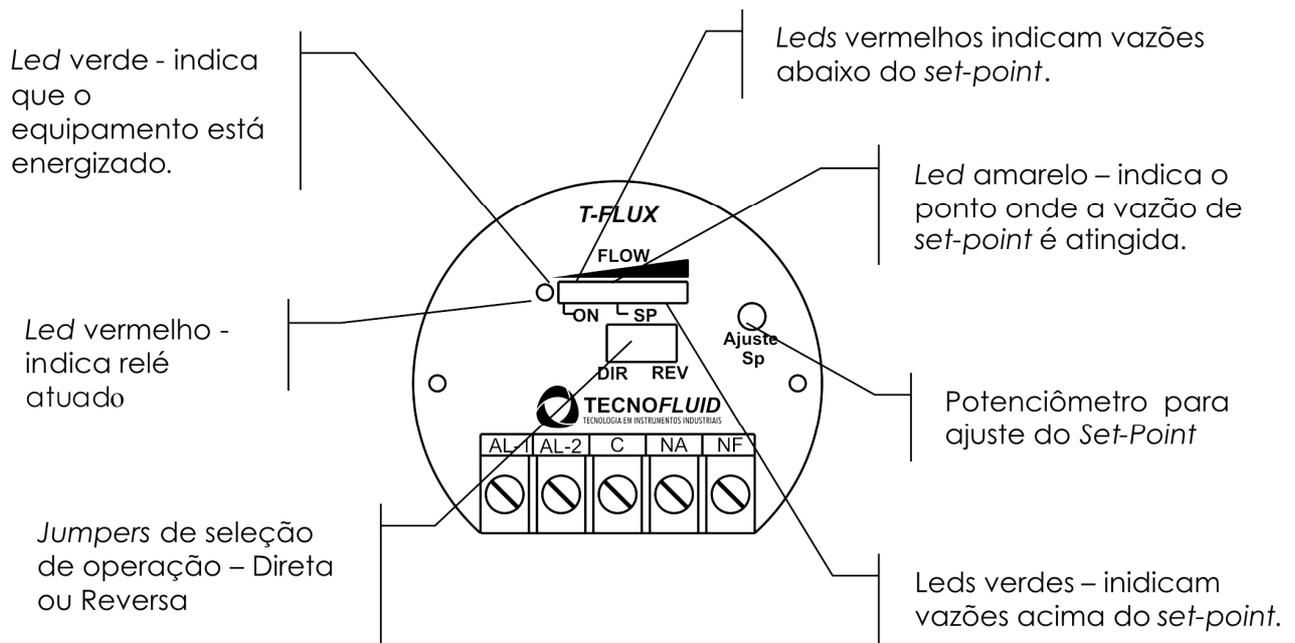

Fig 4.2
- Antes de energizar o equipamento defina o tipo de operação, direta ou reversa, mais adequado ao seu processo. Abra a tampa e caso necessário, altere a posição dos *jumpers* internos conforme (fig.4.2). Os dois *jumpers* devem ser movidos simultaneamente.
3. Gire o potenciômetro de ajuste do *Set-Point* (fig. 4.2), no sentido anti-horário até que o *LED* amarelo de sinalização de *Set-Point* esteja apagado.
4. Gire o potenciômetro de ajuste do *Set-Point* (fig. 4.2), no sentido horário até que todos os *LEDs* verdes estejam acesos. Tomando o cuidado para não continuar girando o potenciômetro depois que o último *LED* verde acender, para não passar excessivamente do ponto de ajuste.
4. Gire o potenciômetro de ajuste do *Set-Point* (fig. 4.2), no sentido horário até que o primeiro *LED* verde à direita do *LED* amarelo esteja aceso.